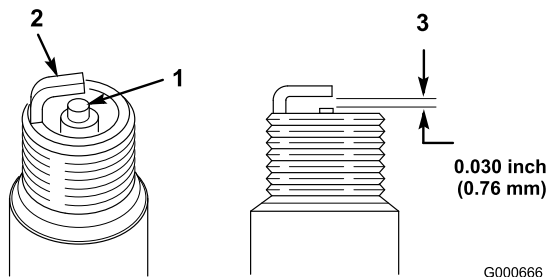

Bild 29
1. Sehen Sie sich die Mitte der Zündkerze an (Bild 29). Wenn der Kerzenstein hellbraun oder grau ist, ist der Motor richtig eingestellt. Eine schwarze Schicht am Kerzenstein weist normalerweise auf einen schmutzigen Luftfilter hin.
2. Prüfen Sie den Abstand zwischen der mittleren und der seitlichen Elektrode (Bild 29) und biegen Sie die seitliche Elektrode, wenn der Abstand falsch ist.